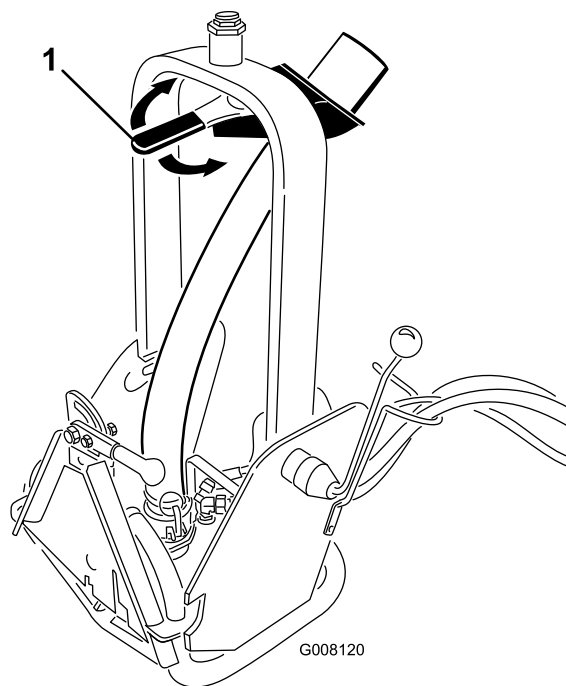

Figura 7
2. Para ajustar a direção do caudal, rode o manípulo do bico (Figura 7) para a posição pretendida.
Nota: A resistência do manípulo do bico (Figura 7) pode ser aumentada ou diminuída